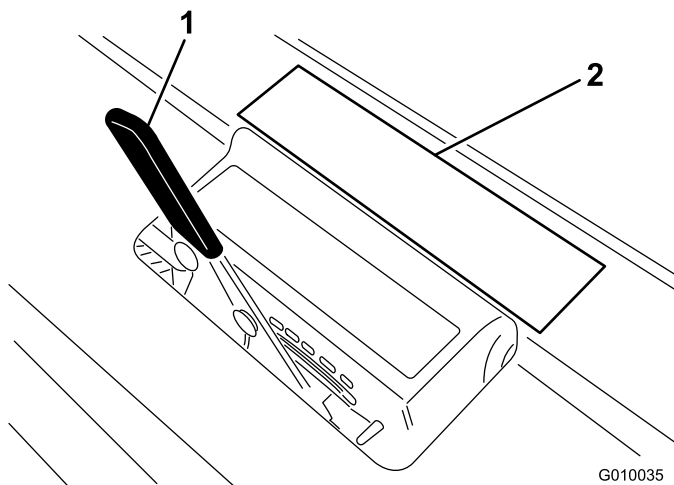

Figura 27
- Coloque el taladro sobre la pegatina de profundidad de los taladros (Figura 27) con un extremo alineado con la profundidad de aireación deseada (ver la silueta del taladro en la pegatina).